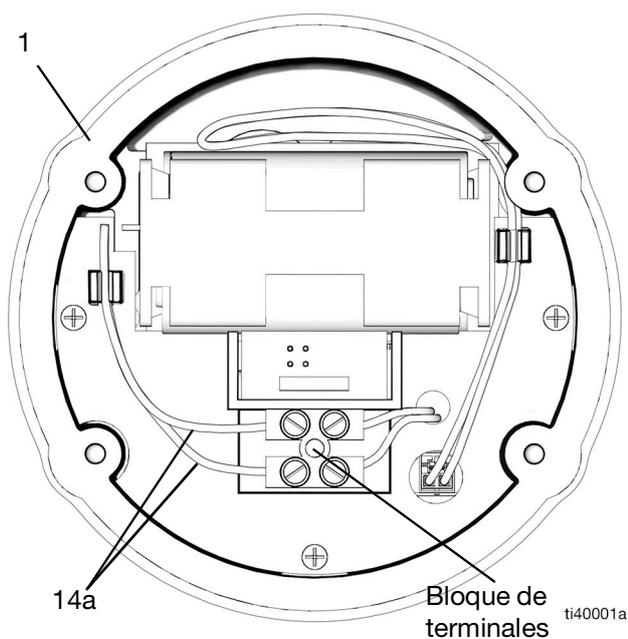

FIG. 18
6. Desconecte los cables solenoides (14a) del bloque de terminales del bisel (1) (FIG. 18).
7. Vuelva a conectar los cables de solenoide (14a) en el bloque de terminales del bisel (1). Los cables son independientes de la polaridad, así que coloque cada cable en la apertura de cada terminal, consulte la FIG. 18 en la página 13.